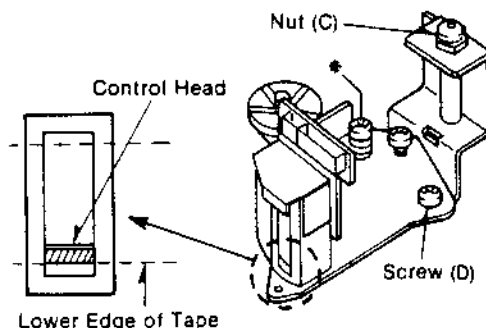

Fig. 2-21
- Mit der Prüflampe kontrollieren, ob die Unterseite des Bandes während des Bandtransports entlang der Unterseite des A/C-Kopfs läuft, siehe Fig. 2-21. Ist dies nicht der Fall, ist Mutter (C) hinter dem A/C-Kopf (Fig. 2-21) etwas zu drehen, um den A/C-Kopf nach oben oder unten zu bringen, so daß das Band entlang der Unterseite des A/C-Kopfs läuft. Die Mutter (C) rechtsherum drehen, um den Kopf nach unten zu stellen und links herum, um ihn höher zu stellen.